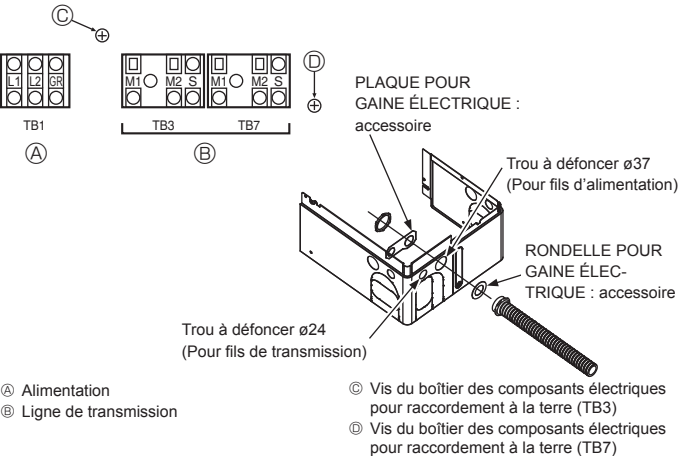

Fig. 6-1
- ⑨ Avant de mettre l'appareil extérieur sous tension, veiller à mettre sous tension les appareils intérieurs.
6.2. Boîtier de commande et emplacement pour le raccordement des câbles (Fig. 6-1)